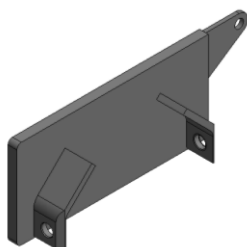
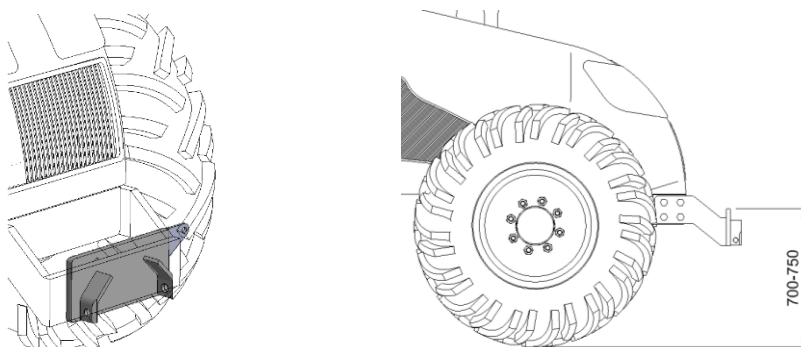

Figura 6.2 – Placa de engate rápido
Figura 6.3 – Posicionamento da placa de engate rápido
1. Fixe a placa de engate rápido (*Figura 6.2*), fornecida com o equipamento, na frente do trator. A fixação deverá ser feita preferencialmente no suporte de massas do trator e respeitando a altura ao solo, mínima de 700mm e máxima 750mm, valor medido desde o topo superior da placa ao solo (*Figura 6.3*).